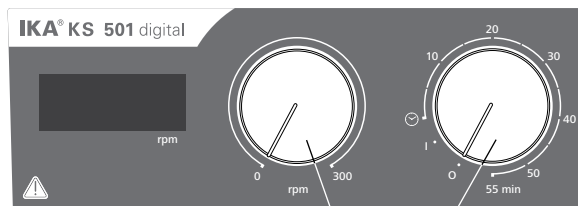

Fig. 3
- ⇒ Aby włączyć urządzenie, obrócić pokrętło „**Wł./wył.**” i „**Czasomierz**” (B, patrz **Fig. 3**) w kierunku zgodnym z ruchem wskazówek zegara do pozycji „1”.
- ⇒ Aby wyłączyć urządzenie, obrócić pokrętło „**Wł./wył.**” i „**Czasomierz**” (B) do pozycji „0”.
- ⇒ Ustawić prędkość obrotową silnika za pomocą regulatora „**Prędkość obrotowa**” (C, patrz **Fig. 3**). Prędkość obrotową silnika można ustawiać w zakresie od 0 do 300 rpm.